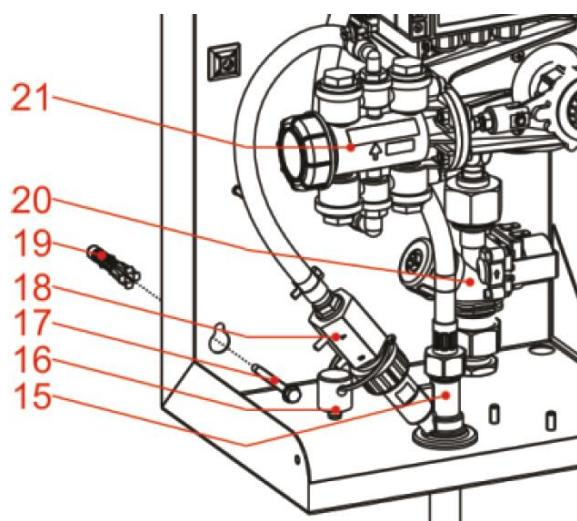

Abb. 17: Strömungswächter
- ◆ Schrauben Sie den Strömungswächter (Abb. 17; Pos. 18) ab, setzen Sie den Stopfen (Pos. 16) ein und führen Sie den Strömungswächter in ein geeignetes Gefäß.